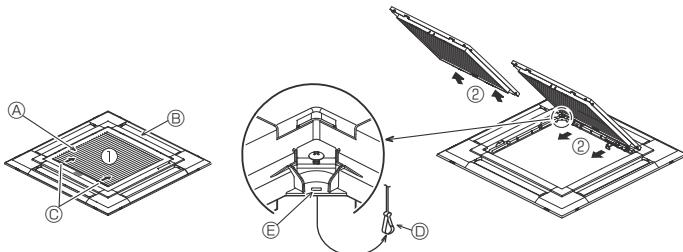

Fig. 9-3
9.2.1. การถอดตะแกรงช่องลมดูดเข้า (Fig. 9-3)
- เลื่อนที่จับไปตามทิศทางของลูกศร ① เพื่อถอดตะแกรงช่องลมดูดเข้าไว้
- ในสภาพที่ตะแกรงช่องลมดูดเข้าเบ็ดอยู่ ถอดที่ยึดตะแกรงช่องลมดูดเข้าออกจากตะแกรงตามลูกศร ②
- คลายสกรู 4 ตัวที่มุมเลื่อนฝ่าครอบมุมไปในทิศทางตามลูกศร ① ในภาพ และถอดฝ่าครอบมุมออก [Fig. 9-3] [Fig. 9-4]